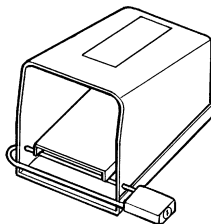

Figure 1 – Pédale de commande verrouillée
- **Verrouillez la pédale de commande lorsque l'appareil ne sert pas (Figure 1).**